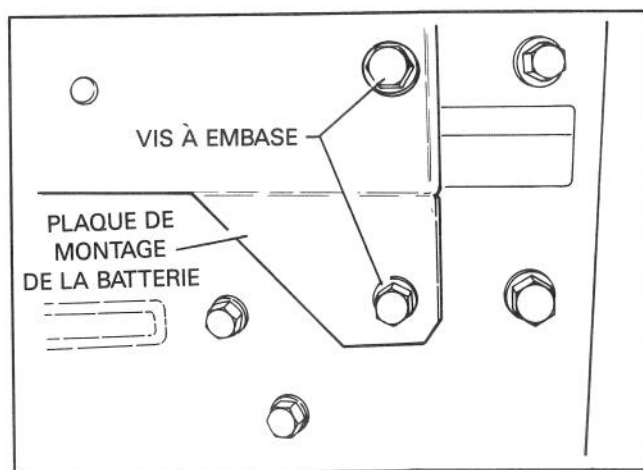

Figure 10
11. Attachez l'avant de la plaque de montage de la batterie au châssis du moteur et à l'ensemble de poulies folles à l'aide de deux boulons à tête à embase de 25 mm (1 po.) de long (fig. 10).